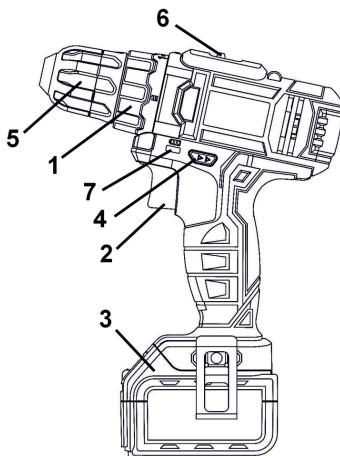

Рисунок 1
5.1.3 Установите необходимый крутящий момент с помощью кольца регулятора момента затяжки (1) (см. рисунок 1).